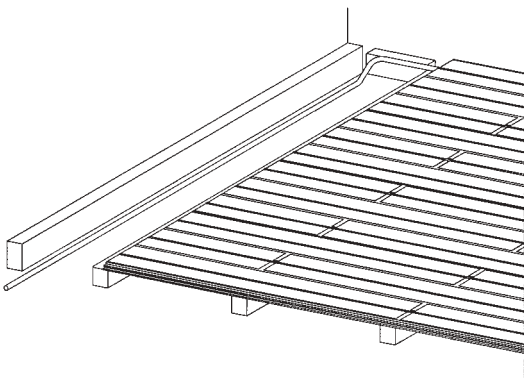

Fig 9
**13.** Börja med att montera slingans ena ände i golvvärme fördelaren, dra sedan golvvärmeröret ut till slingfältets början. För att inte golvytan vid vändskivorna skall bli kall bör man lägga golvvärmeröret i vändskivans plåtförsedda spår. Det gör att man måste dra fram matarledning till slingfältets början innan man kan montera resterande vändskivor (se fig 9).